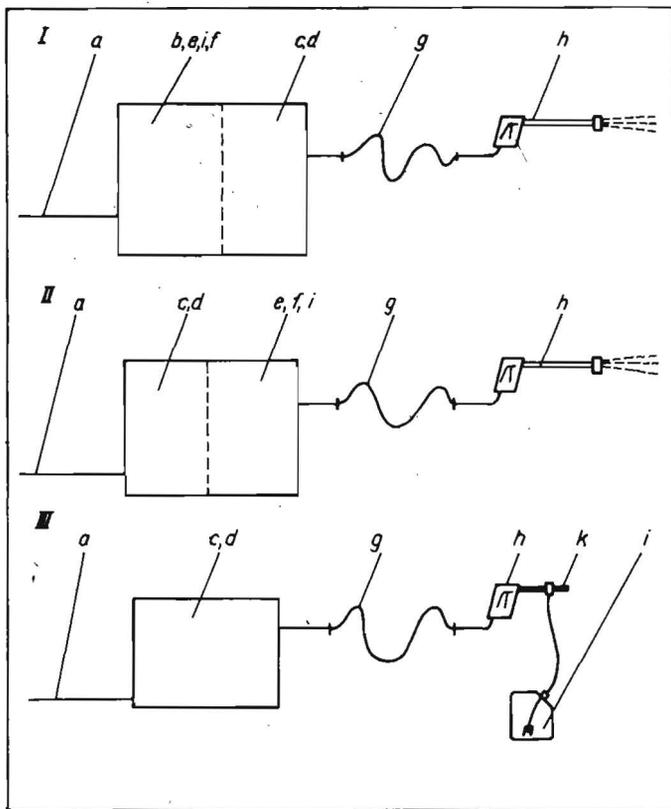

Bild 2
- Aufgrund der Zuordnung zum Reinigungsgerät (Bild 2) ist die Voraussetzung gegeben, daß bei entsprechender Materialauswahl alle aggressiven Chemikalien dem Hochdruckwasserstrahl zudosiert werden können.